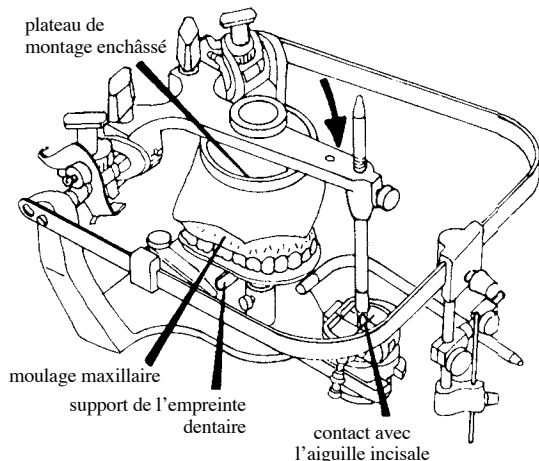

Figure 16
16. Placez le moulage maxillaire sur l'empreinte occlusive de la fourchette dentaire. Voir figure 16.